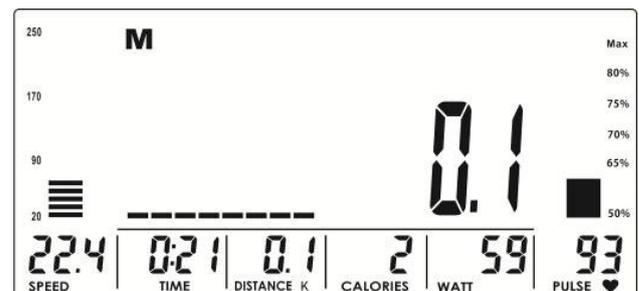

Abbildung 9
4. Drücken Sie START / STOP, um das Training zu starten. Während des Trainings kann die Belastungsstufe mit dem Encoder angepasst werden. Wird die Belastungsstufe im WATT Fenster angezeigt, kann der Wert für drei Sekunden nicht angepasst werden. Es wechselt zur Anzeige WATT (Abb. 9).